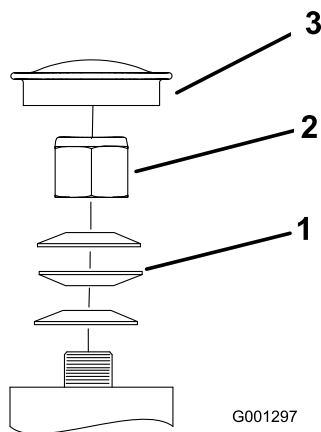

Figure 64
3. Retirez le capuchon antipoussière de la roue pivotante et serrez le contre-écrou (Figure 64).
4. Continuez de le serrer jusqu'à ce que les rondelles élastiques soient aplaties, puis desserrez-le de 1/4 de tour pour obtenir la précharge correcte des roulements (Figure 64).
Important: Veillez à placer les rondelles élastiques comme illustré à la Figure 64.
5. Remettez le capuchon antipoussière en place (Figure 64).